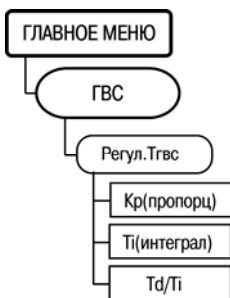

Рисунок 7.20
7.12.12 Для задания параметров, определяющих функционирование регулятора контура ГВС, служит пункт меню //ГВС/Регул.Тгвс (рисунок 7.20). В этой ветви располагаются параметры ПИД-регулятора, используемые при управлении КЗР ГВС с дискретным, либо аналоговым управлением. Коэффициенты могут быть определены автоматически в режиме автонастройки АНР ГВС.